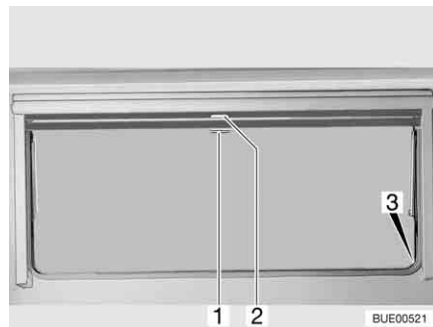

Fig. 63 Fenêtre projetante
- Tirer le store occultant vers le bas en le maintenant par la poignée (Fig. 63,2). Lorsque le store occultant est complètement fermé, l'accrocher des deux côtés du cadre de la fenêtre dans le dispositif de blocage (Fig. 63,3).
- Lorsque le store occultant est complètement fermé : Appuyer sur la poignée (Fig. 63,2) vers le bas tout en la tirant légèrement vers l'intérieur. Décrocher à droite et à gauche le store occultant du dispositif de blocage du cadre de la fenêtre.
- Si le store occultant se trouve dans une position intermédiaire : Tirer la poignée (Fig. 63,2) vers le bas jusqu'à ce que le dispositif de blocage se débloque.
- Tirer la moustiquaire par la poignée (Fig. 63,1) vers le bas et l'accrocher des deux côtés sur le cadre de la fenêtre dans le dispositif de blocage (Fig. 63,3).
- Appuyer sur la poignée (Fig. 63,1) vers le bas tout en la tirant légèrement vers l'intérieur. Décrocher à droite et à gauche la moustiquaire des dispositifs de blocage du cadre de la fenêtre.